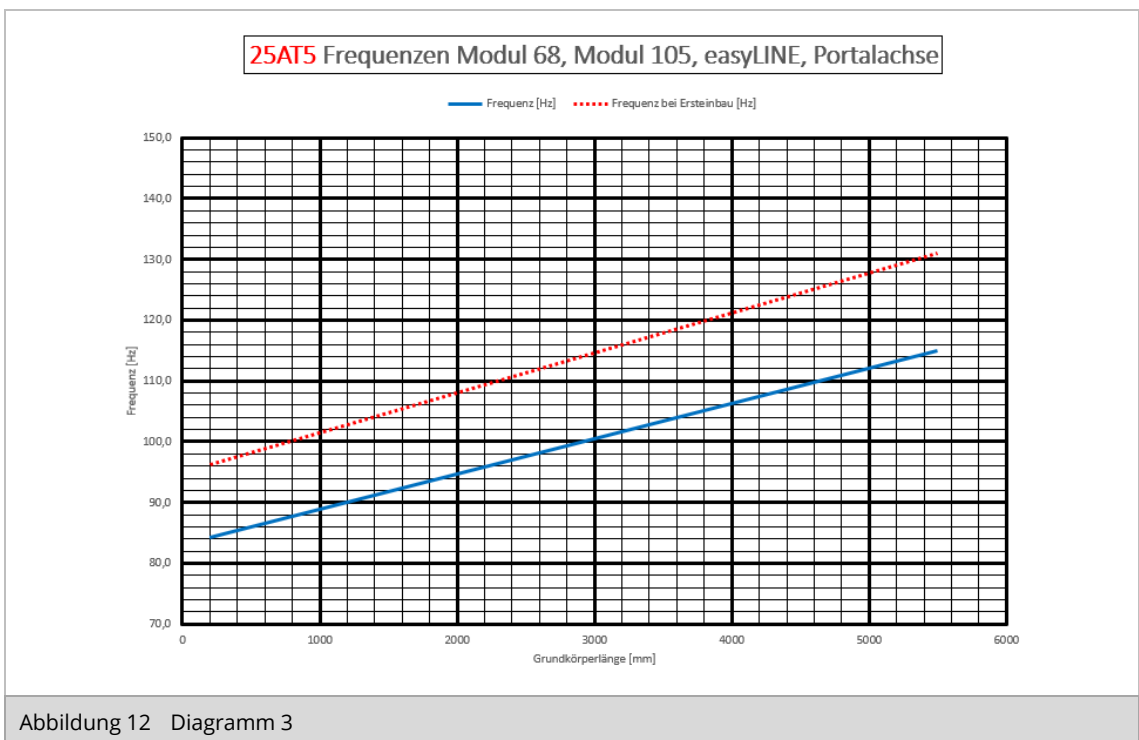

Abbildung 12 Diagramm 3
- (4) Ermitteln Sie die Gesamtlänge des Grundkörpers durch Abmessen.
- (5) Vergleichen Sie die ermittelten Frequenzen mit Diagramm 3 (siehe Abbildung 12).